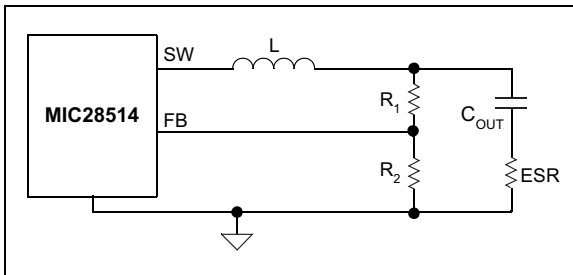

图5-2: FB 上的纹波充足
1. 输出电容的 ESR 较大，反馈电压的纹波很充足（图 5-2）。转换器稳定，无需注入任何纹波。